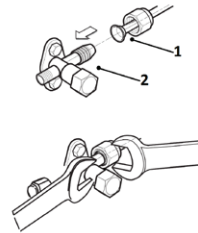

Fig. 19 -
- Pas de uiteinden van de opgetrompte buis (det. 1 - "Fig. 19 -") in de aansluitstukken van de binnenunits of op de kranen van de buitenunits (det. 2 - "Fig. 19 -").